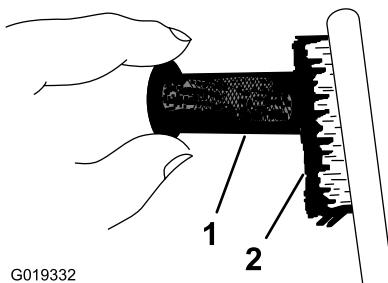

Figura 47
2. Utilice un cepillo para eliminar los depósitos de hollín de la rejilla del parachispas. Sustituya el parachispas si tiene roturas u agujeros (Figura 47).